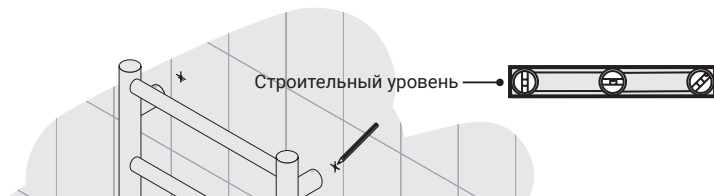
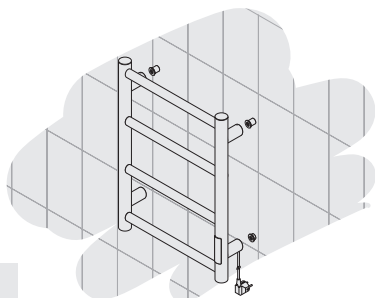

Рис. 1
Рис. 2
4.1.2. Произвести «примерочный» монтаж полотенцесушителя. Для точной разметки точек крепежа рекомендуется использовать строительный уровень (рис. 1).
4.1.3. Сделать метки на стене (рис. 1). При установке полотенцесушителя с сетевым шнуром используются четыре точки крепления (рис. 2).
- 4.3.3. Произвести «**примерочный**» монтаж полотенцесушителя. Для точной разметки точек крепежа рекомендуется использовать строительный уровень (см. рис. 1).
- 4.3.4. Сделать метки на стене (см. рис. 1). При монтаже через скрытую проводку используются три точки крепления. В месте четвёртого крепления рассчитывается вывод кабеля из стены (рис. 12).